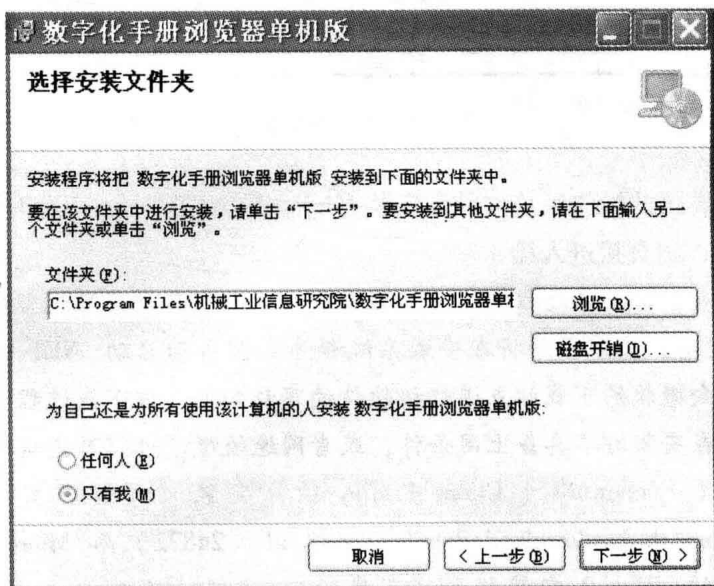

图 1-5 “选择安装文件夹”窗口
5) 进入图 1-5 所示的“选择安装文件夹”窗口。系统推荐的安装目录是 C:\Program Files\机械工业信息研究院\数字化手册浏览器单机版, 如果同意安装在此目录下, 单击“下一步”按钮。如果希望安装在其他的目录中, 单击“浏览”按钮, 在弹出的对话框中选择合适的文件夹后, 并根据具体情况选择浏览器是个人使用还是所有人使用, 然后单击“下一步”按钮。如果用户的计算机不允许安装在系统推荐的安装目录 C:\下, 可将 C 改为 D。